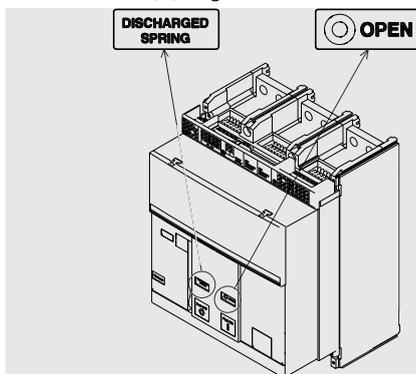

Figura 42
1. Controllare che l'interruttore sia aperto (segnalatore aperto/chiuso "O - OPEN"), e controllare che le molle siano scariche (segnalatore molle "bianco - DISCHARGED SPRING") come indicato in Figura 42.